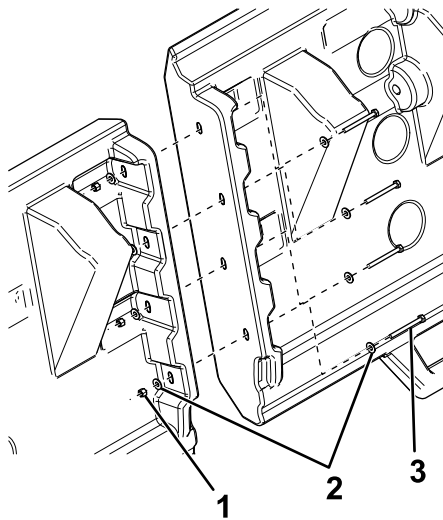

Bild 1
- Montieren Sie für den Streuer VBX 6500 zwei Abdeckungssektionen mit 4 Schrauben ( $\frac{1}{4}$ " x  $2\frac{3}{4}$ " ), 8 Unterlegscheiben und 4 Muttern (Bild 1).